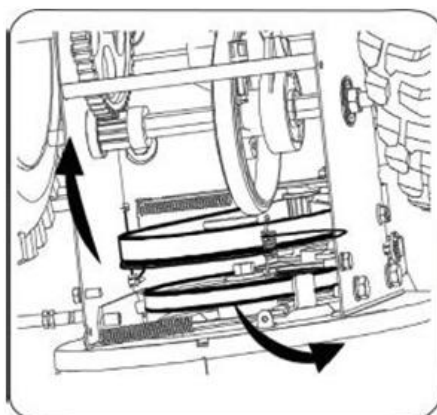

Рисунок 27
4. Открутите и снимите винт с буртиком, выполняющий функцию стопора ремня. Отцепите пружину опорного кронштейна от рамы (рис.27).